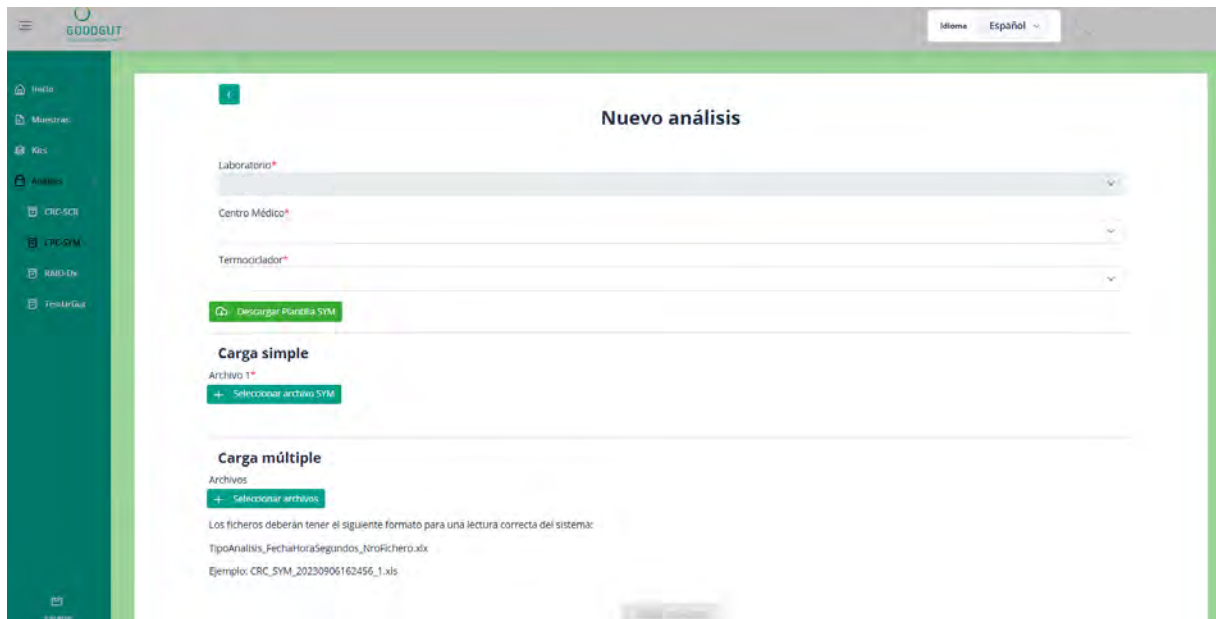

Figura 16. Pantalla de carga de los datos para crear un nuevo análisis para los técnicos.
- Una vez está habilitado el kit con el que se ha realizado el análisis el usuario debe presionar el botón “Nuevo Análisis”. Al presionar el botón, el sistema abre una pantalla de carga (Figura 16), la cual cuenta con los siguientes campos: